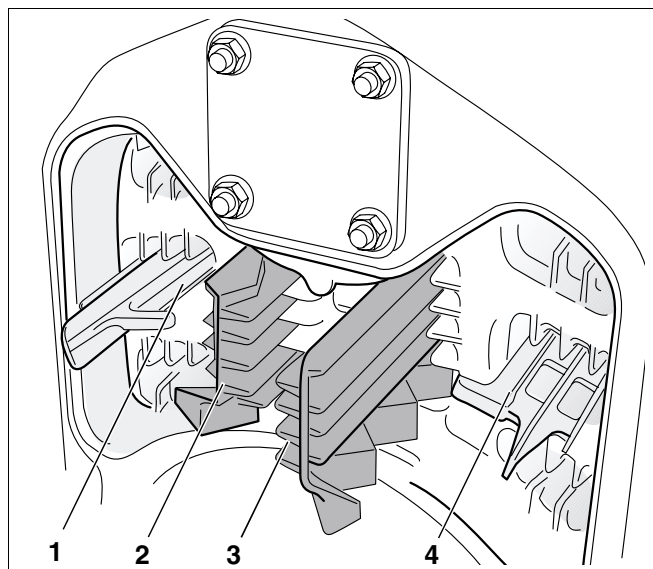

Fig. 36 Amplasarea plăcii de ghidare gaze
- Plăcile de dirijare gaze (Fig. 36, **Poz. 1** până la **4**) se iau din lada cu elemente-fitinguri și se montează în conformitate cu tabelul de mai jos al traseelor de gaze arse (Fig. 36).
- Plăcile de dirijare gaze (Fig. 36, **Poz. 1** și **4**) se împing în cel de-al doilea traseu de gaze arse (din mijloc). Eclisele turnate trebuie să se poziționeze corespunzător Fig. 36 spre interior, către mijlocul cazanului.
- Plăcile de dirijare gaze se împing în cel de-al treilea traseu de gaze. Eclisele turnate trebuie să se poziționeze corespunzător Fig. 36 spre exterior.